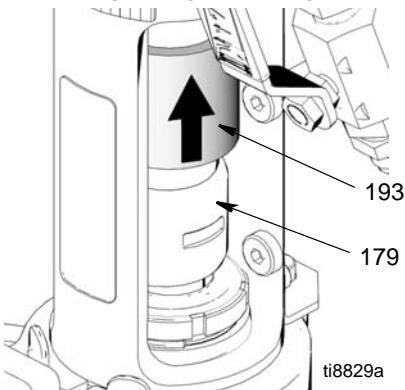

FIG. 14
4. (Fig. 14) Afmontér maleslangefittingen (190) og maleslangen (63) fra pumpefittingen.